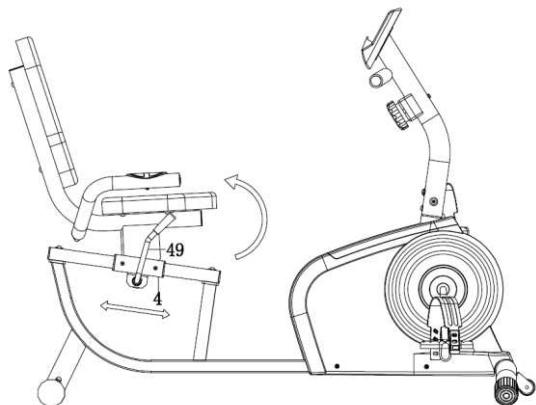

Рис. 1
Поднимите **фиксирующую рукоятку (49)**, чтобы ослабить сиденье (см. рис. 1). Обопритесь ногами о пол и установите **сиденье (63)** в удобное для Вас положение. Опустите **рукоятку (49)**, чтобы зафиксировать сиденье (см. рис. 2).